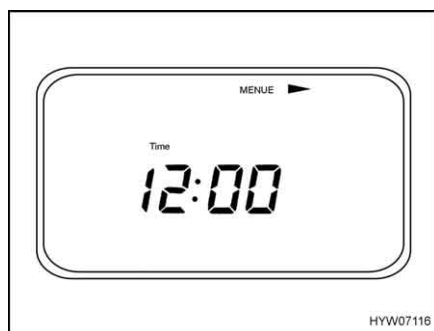

Fig. 131 Menu Impostazioni (pagina di menu 1)
- Premere il tasto "MENUE" (Fig. 126,3) per più di 3 secondi: Appare il menu Impostazioni (Fig. 131).